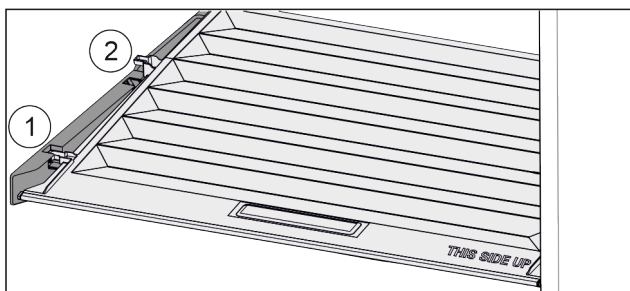

Fig. 152
- Dra locket framåt Fig. 152 (1) till öppningen i fästdelarna.
- Lyft det baktill underifrån och ta ut Fig. 152 (2) det uppåt.